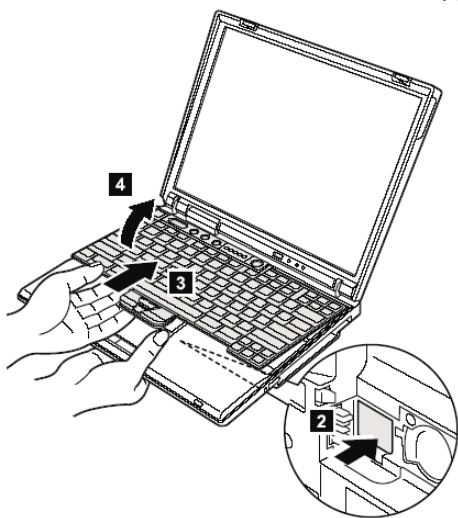

图 6-19 取下键盘
2) 然后轻轻用力取出键盘，有时比较紧，可用削尖的充值卡等塑料卡片将键盘挑起，幅度不能太大，否则将使键盘变形，如图 6-19 所示。